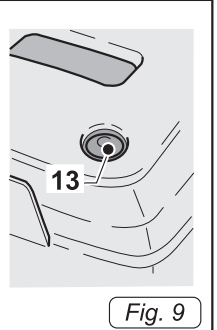

Fig. 9
- Premere l'interruttore (13 Fig.9) l'apparecchio si avvia.